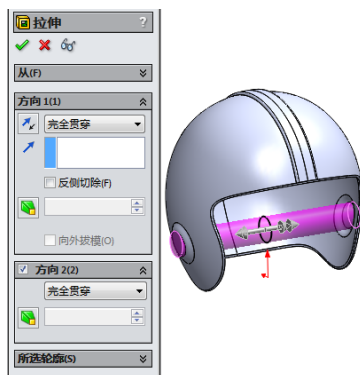

图 16-117 生成拉伸切除特征
- 04 单击【特征】选项卡上的【拉伸切除】按钮，弹出【拉伸-切除】对话框，在【方向 1】选项组中设置终止条件为【完全贯穿】；【方向 2】选项组中设置终止条件为【完全贯穿】。单击【确定】按钮，生成拉伸切除特征，如图 16-117 所示。